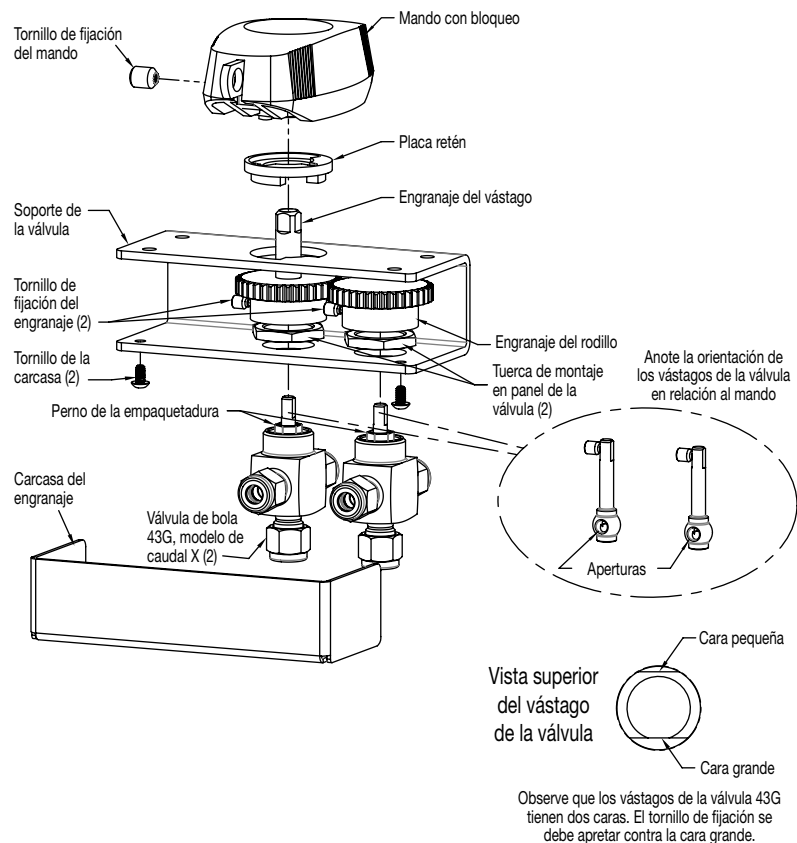
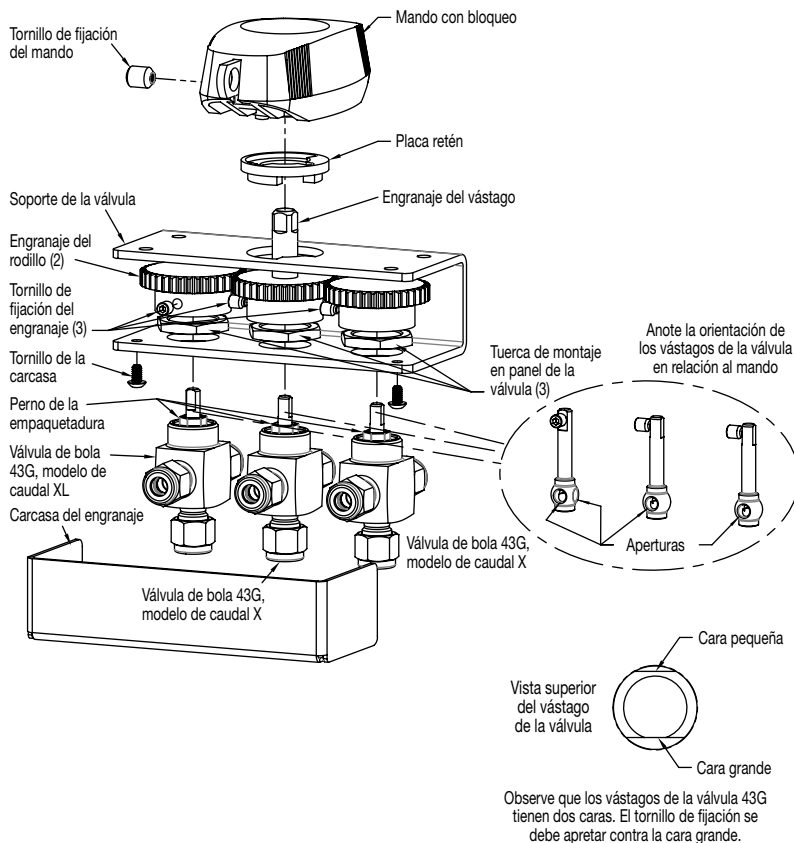

Fig. 9 Despiece del ensamble de 2 Válvulas GSM
Fig. 12 Despiece del ensamblaje de 3 Válvulas GSM
2. Desmonte el mando y la placa retén aflojando el tornillo de fijación del mando. Vea la Fig. 9 para los ensamblajes de 2 válvulas y la Fig. 12 para los de 3 válvulas.
3. Sin girar los engranajes, monte el conjunto por detrás del panel utilizando tornillos (4) de rosca metálica de 1/4-20 UNC. (no suministrados)
No es necesario desmontar las válvulas del soporte. Vea la Fig. 9 para los ensamblajes de 2 válvulas y la Fig. 12 para los de 3 válvulas.